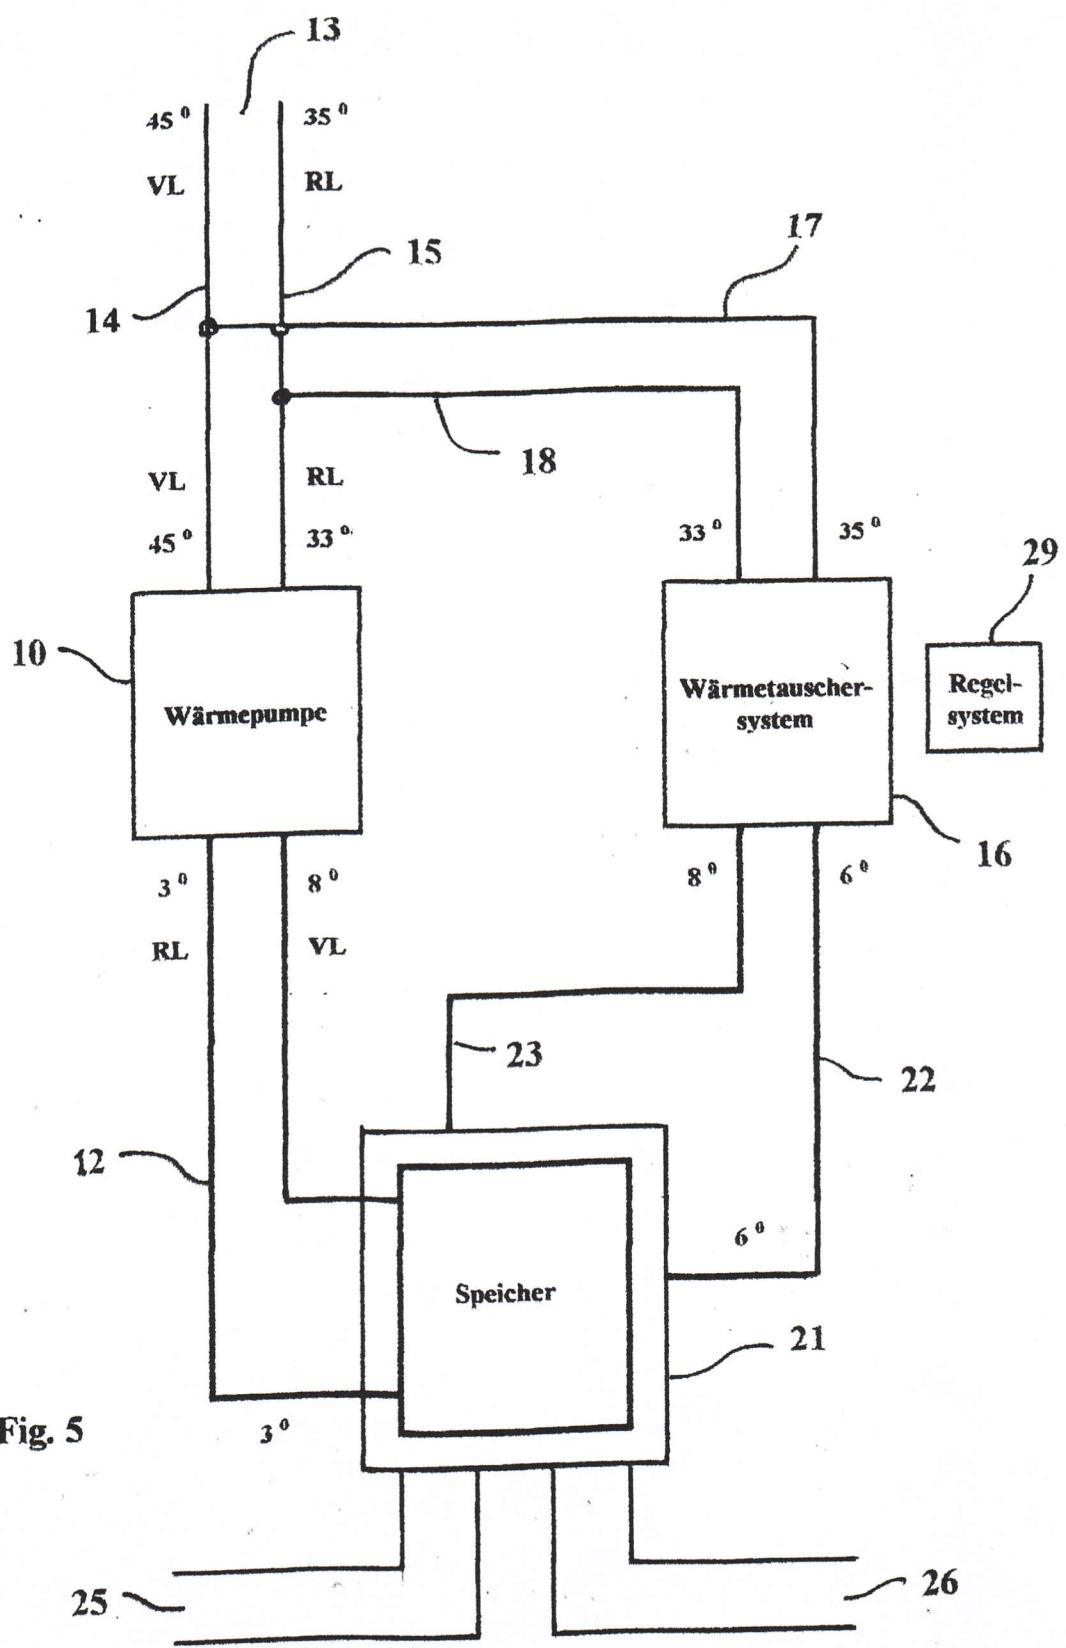

Fig. 5
Bezugszeichenliste zu Fig. 5 *
* Fig. 5 wurde dem Patent für das Verfahren entnommen und modifiziert für eine Luft/Wasser-Wärmepumpe.